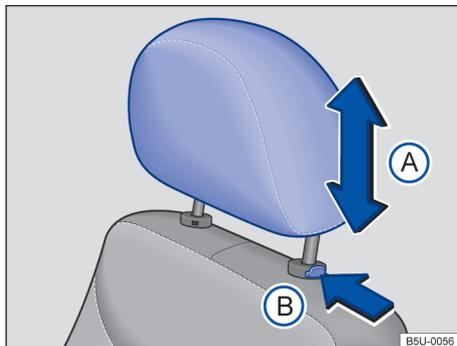

Fig. 70 Apoio para cabeça dianteiro: desinstalar.
- Pressionar o botão → Fig. 70  no sentido da seta. Retirar o apoio para cabeça com o botão pressionado.
- Empurrar o apoio para a cabeça totalmente para baixo com o botão → Fig. 70  pressionado.